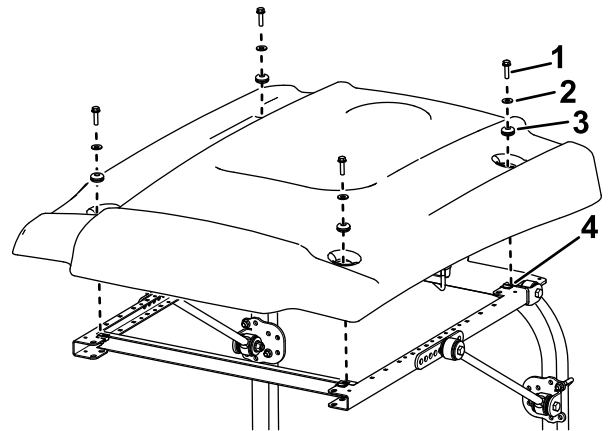

Figura 14
16. Alinee los taladros de montaje y posicione el toldo sobre el bastidor, según se muestra en Figura 14.
17. Sujete provisionalmente cada esquina del toldo al bastidor con un perno con arandela prensada (5/16" x 1"), una arandela pequeña y un anillo de goma (Figura 14).